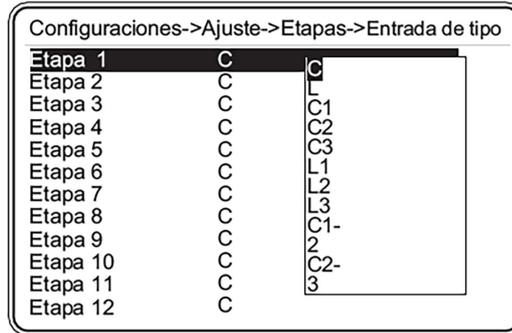

Figura 3.21: Menú entrada de tipo
- Corregir los tipos de etapas manualmente. (Ver Figura 3.21 na página 3-11).